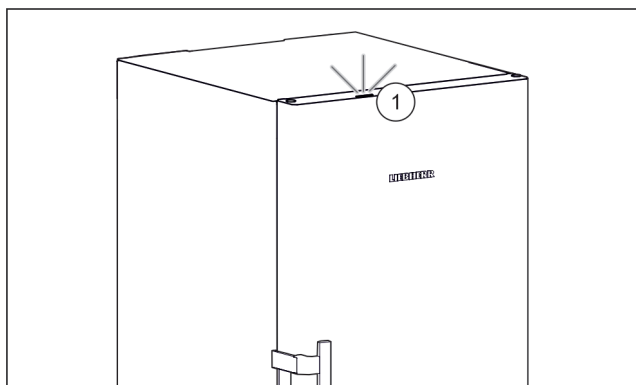

Fig. 4
При вводе устройства в эксплуатацию лампа статуса Fig. 4 (1) по умолчанию деактивирована.*